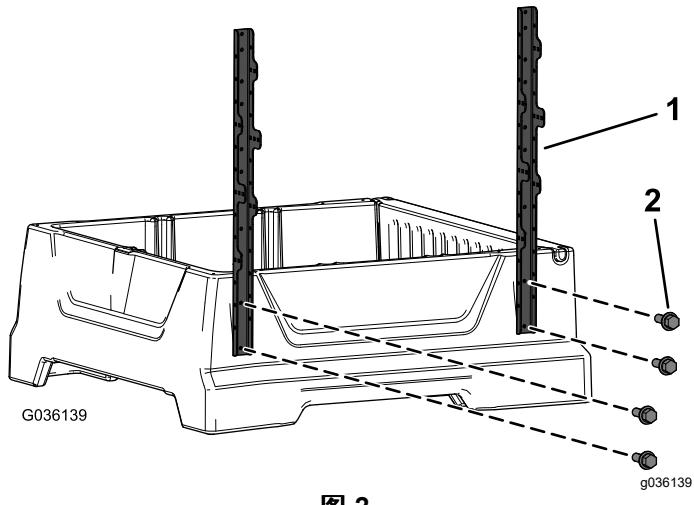

图 2
1. 如图 2 所示用 4 个六角头螺丝 $1/4 \times 3/4$ 英寸将 2 个侧立架支架松松地安装到货斗的外侧。